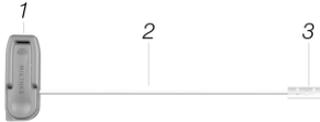
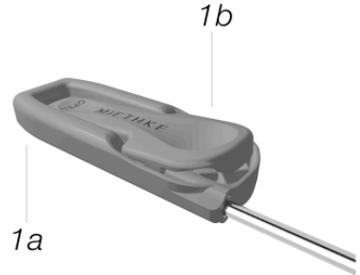

Abb. 1: Tunnelierer, bestehend aus Handgriff (1) und Tunnelierstab (2) mit Sportschutz (3)
Abb. 2: Handgriff, bestehend aus Griffschale (1a) und Verschlusswippe (1b)
Der Tunnelierer besteht aus zwei Bauteilen (Abb.1): Einem Handgriff (1) und einem Tunnelierstab (2), dessen zugängliches Ende mit einem Sportschutz (3) versehen ist. Der Handgriff (Abb. 2) wird aus Kunststoff gefertigt und besteht aus einer Griffschale (1a) und einer Verschlusswippe (1b).
Der Tunnelierer der Christoph Miethke GmbH & Co. KG wird im Auslieferungszustand als Längsgriff und mit spitzem Tunnelierstabende konfiguriert. Das spitze Ende ist mit einem Transportschutz (Abb. 1, Pos. 3) versehen, der unmittelbar vor der Anwendung zu entfernen ist. Der Anwender kann anhand der individuellen anatomischen Patientensituation und der präferierten Tunneliertechnik den Tunnelierer im Rahmen der oben genannten Möglichkeiten konfigurieren.